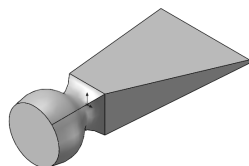

图 3-76 锤子头部实体模型
(1) 打开配书光盘中的初始文件“Z3L8.prt”，实体模型如图 3-76 所示。
(2) 单击【特征】工具栏上的【圆角】按钮，出现【圆角】对话框。